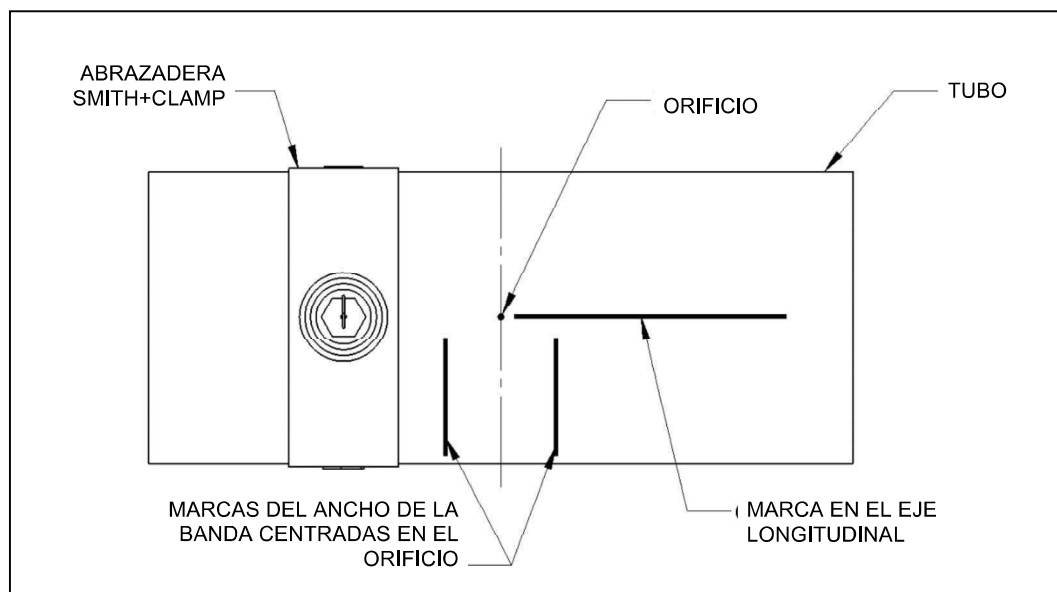

Figura 4
4. Para ayudar a alinear la abrazadera "PLIDCO Smith+Clamp", puede ser útil marcar la ubicación del orificio en relación con el centro del cono de sellado usando una pluma de grasa, como se muestra en la Figura 4. Marque una línea horizontal longitudinalmente por el centro del tubo, y 2 líneas verticales centradas alrededor del orificio que tengan el mismo ancho aparte que la banda de la abrazadera Smith+Clamp.
5. Usando la marca o la aguja guía para ubicar la perforación, deslice la abrazadera "PLIDCO Smith+Clamp" sobre la fuga, como se muestra en la Figura 4. En el caso de las abrazaderas Smith+Clamps con conos de teflón, debería poder sentir cuando la punta del cono se alinea con el orificio.